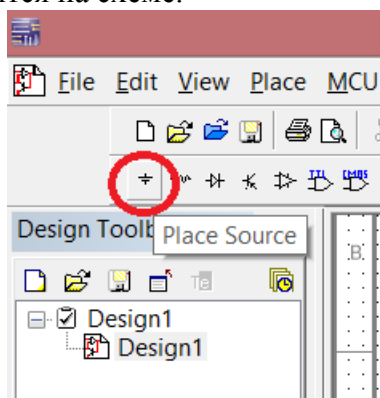

Рис. 2 – Расположение закладки с источниками питания
1. Нажать на кнопку **Sources**. Откроется панель, содержащая источники напряжения или тока (рис. 2).